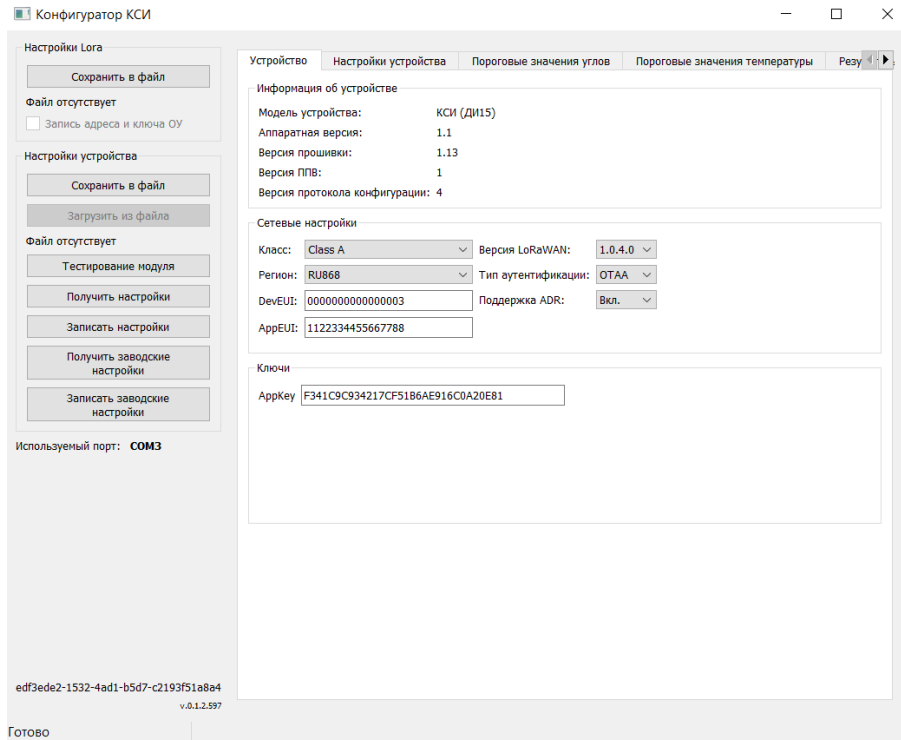

Рисунок 4 – Вкладка «Устройство» программы «Конфигуратор КСИ».
11. В окне программы «Конфигуратор КСИ» на вкладке «Устройство» произвести проверку или изменение требуемых настроек в соответствии с параметрами сети LoRaWAN (рисунок 4). Описание всех настроек приведены в Приложении 1 - Протокол конфигурации КСИ LoRaWAN.